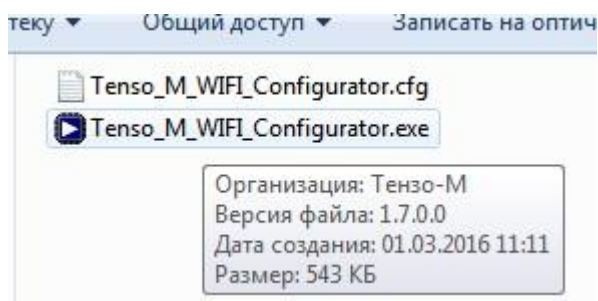

Рис. 4.1. Запуск «Tenso-M\_WIFI-Configurator».
4.2. Для запуска ПО запустите на исполнение файл «Tenso\_M\_WIFI\_Configurator.exe», см. рис. 4.1.